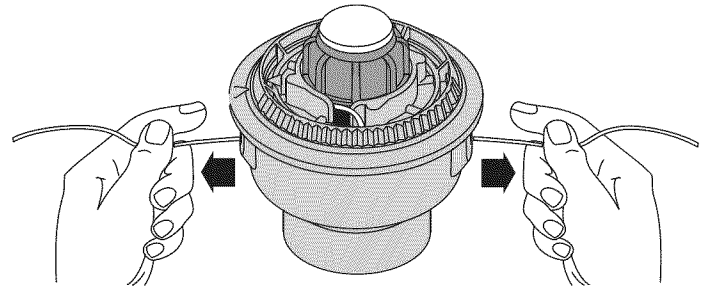

Fig. 16
9. Si el bobinado de la línea se torna dificultoso o la línea se enreda, tire de los extremos de la línea de la bobina. Siga enrollando el carrete interior en sentido contrario a las manecillas del reloj hasta que queden 4 pulgadas de línea en cada uno de los lados (Fig. 16).